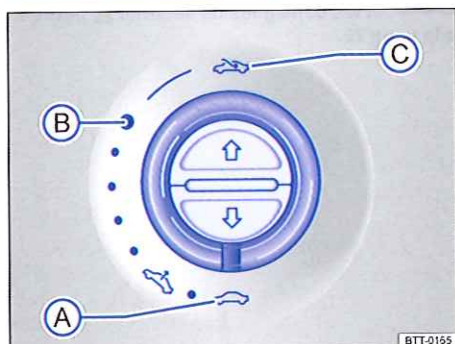

Fig. 38 Dans le ciel de pavillon : tournez la commande pour ouvrir et fermer le toit
Pour relever le toit ouvrant coulissant/relevable panoramique, il faut que la commande rotative se trouve en position \Rightarrow fig. 38 (A).
| ⇒ fig. 38 | | |
- La commande \Rightarrow fig. 38 doit être tournée dans la position « Fermé » .